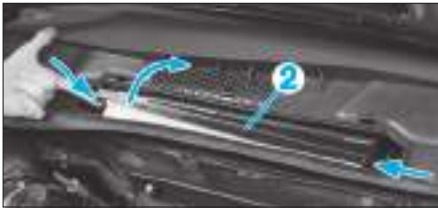

FIG. 8
- Dégrafer le couvercle (2) et le soulever (Fig.8).